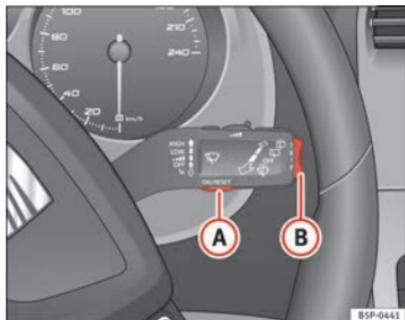
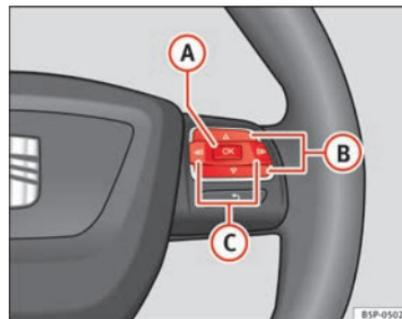

Abb. 45 Scheibenwischerhebel: Taste A zum Bestätigen von Menüpunkten und Wippe B zum Wechseln der Menüs
Abb. 46 Bedienelemente am Lenkrad: Taste A zum Bestätigen der Menüpunkte und Tasten B zum Wechseln der Menüs
- Zum Aufrufen des Menüs „Einstellungen“ drücken Sie die Taste **C** ⇒ **Abb. 46**, bis die entsprechende Anzeige am Display erfolgt. Nun befinden Sie sich in diesem Menü.
- Zum Umschalten zwischen den Speichern drücken Sie bei eingeschalteter Zündung kurz die Taste **[A]** ⇒ Abb. 45 ⇒ Seite 68 am Scheibenwischerhebel oder die Taste **[OK]** am Multifunktionslenkrad ⇒ Abb. 46 ⇒ Seite 68.
In der Multifunktionsanzeige können Sie durch Betätigen der Wippe **B** ⇒ **Abb. 45** ⇒ Seite 68 am Scheibenwischerhebel oder durch Drücken der Taste **Δ** bzw. **▽** ⇒ **Abb. 46** am Multifunktionslenkrad* die folgenden Daten abfragen.